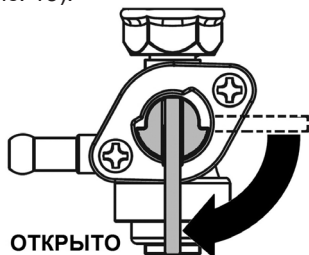

Рис. 13 Рычаг топливного крана
- Откройте топливный кран переводом рычага в вертикальное положение (Рис. 13).